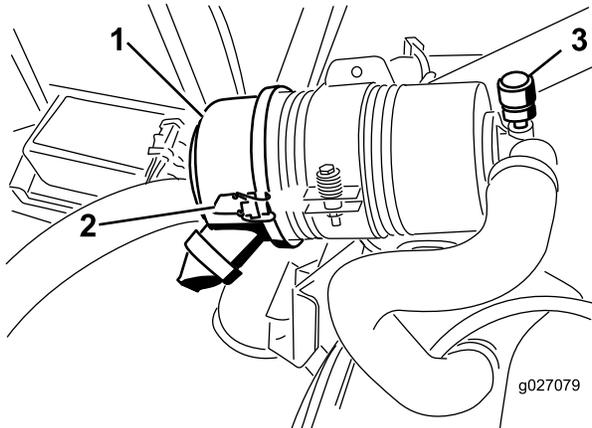

图51
仅在维护指示器（图51）要求时，维护空气滤清器滤芯。在必须更换之前更换空气滤清器，只会增加灰尘在滤清器拆下时进入发动机的几率。
1. 松开将空气滤清器盖固定到空气滤清器壳体上的门锁（图51）。